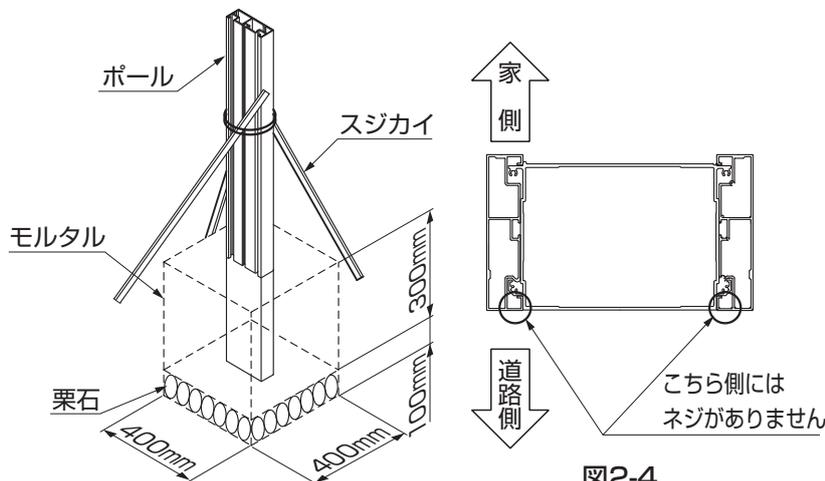

図2-4
- ポールには前後があります。ネジの位置を確認し(図2-4を参照)、正しい向きに設置してください。